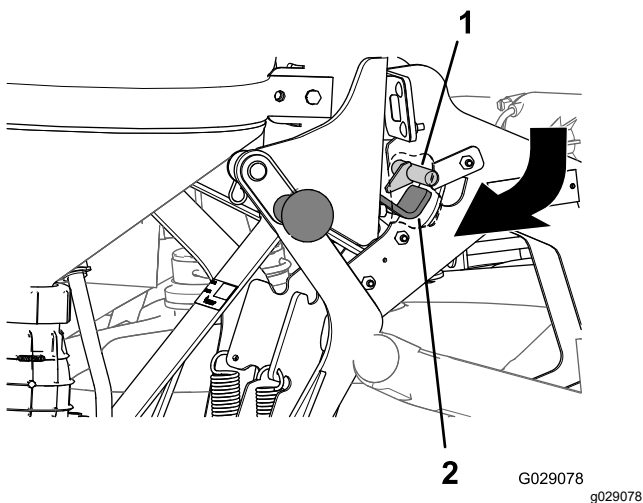

图 38
3. 向外向下拉出清洁加药器手柄直到背板内侧的闩锁钩脱离主支架总成的闩锁杆图 38。
3. 推入托架顶部的手柄直到门锁的挂钩部分与主支架门锁杆的后面对齐图 38。